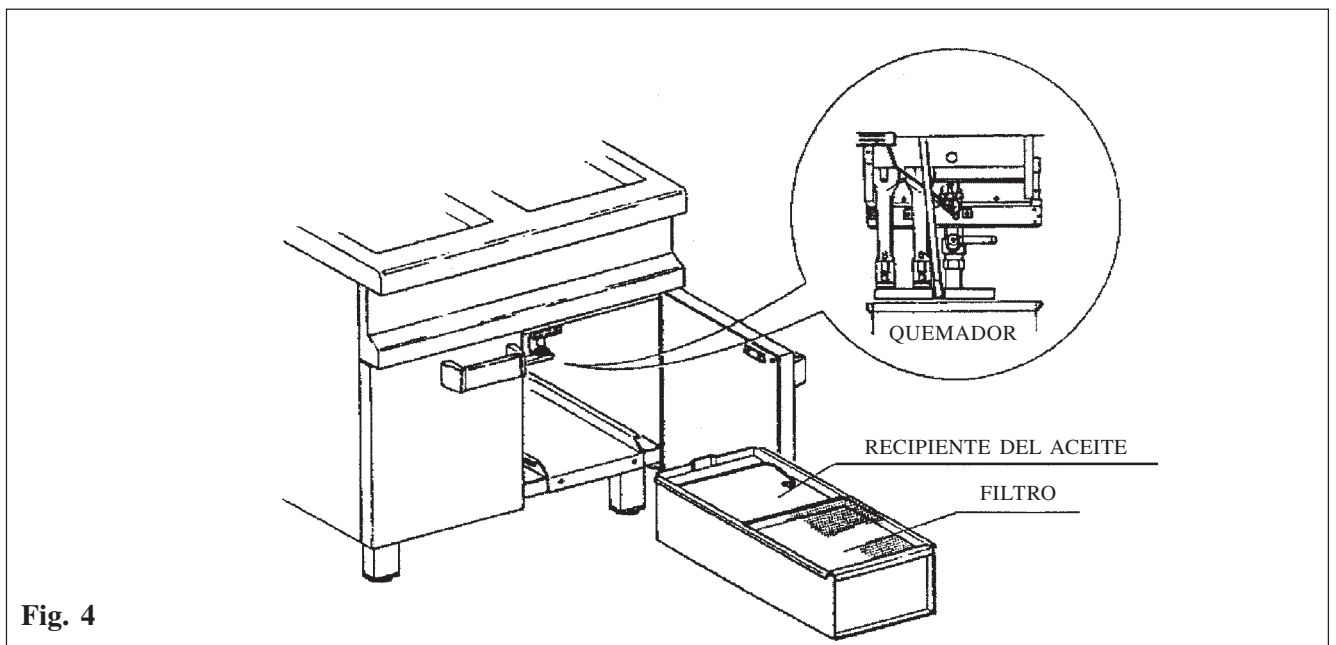

Fig. 4
5.5 VACIADO DEL RECIPIENTE DEL ACEITE (FIG. 4)